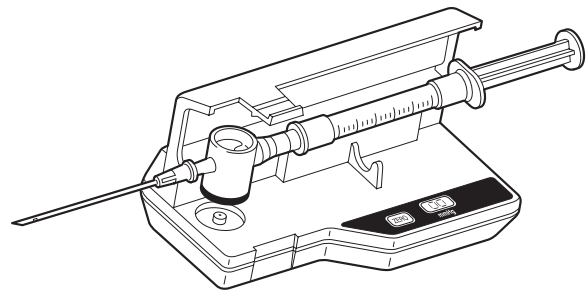

Figure 2
6. Placer la chambre dans le puits du transducteur avec la face noire orientée vers le bas. Pousser doucement jusqu'à la mise en place correcte du dispositif jetable. Voir Figure 2.